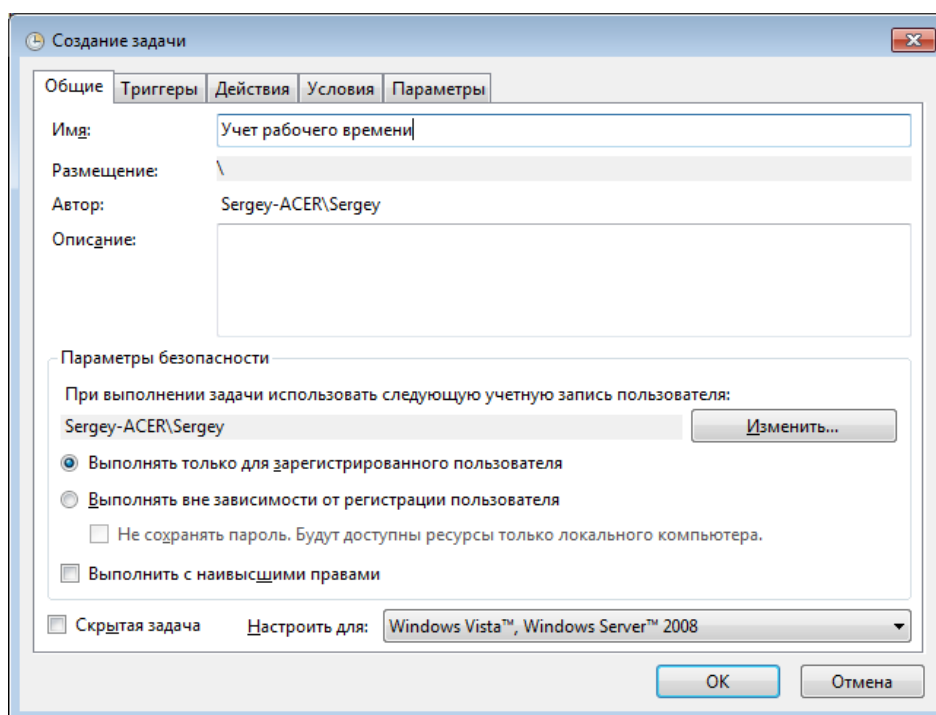

Рисунок 9-106 Ввод названия программы
- на вкладке «Общие» ввести название задачи, например, «Учет рабочего времени» (см. Рисунок 9-106);